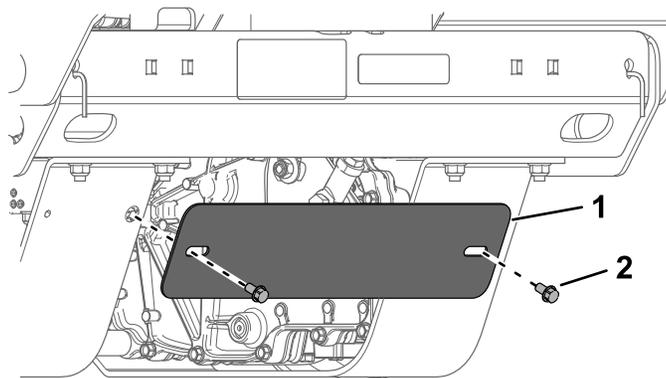

Рисунок 56
4. Отверните 2 болта и защитную пластину (Рисунок 56).